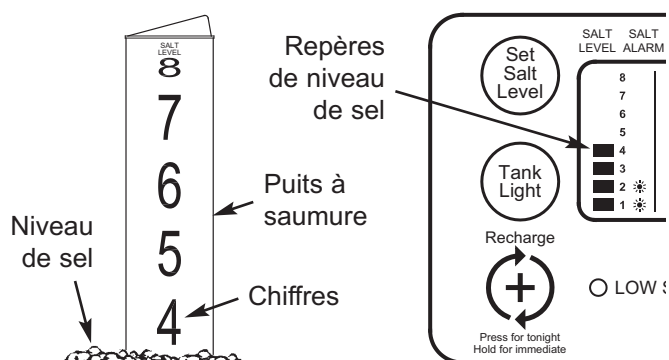

FIG. 25
2. L'échelle de niveau de sel, sur le puits à saumure situé à l'intérieur du réservoir, comprend des chiffres de 0 à 8 (voir figure 25). Repérez le chiffre le plus élevé ou le plus près du sel égalisé.
3. Appuyez sur le bouton RÉGLER LE NIVEAU DE SEL autant de fois que nécessaire pour que les barres de repère du niveau de sel dans l'affichage (voir figure 25) correspondent au chiffre sur le puits à saumure. Au niveau 2 ou moins, l'indicateur de bas niveau de sel se met à clignoter.